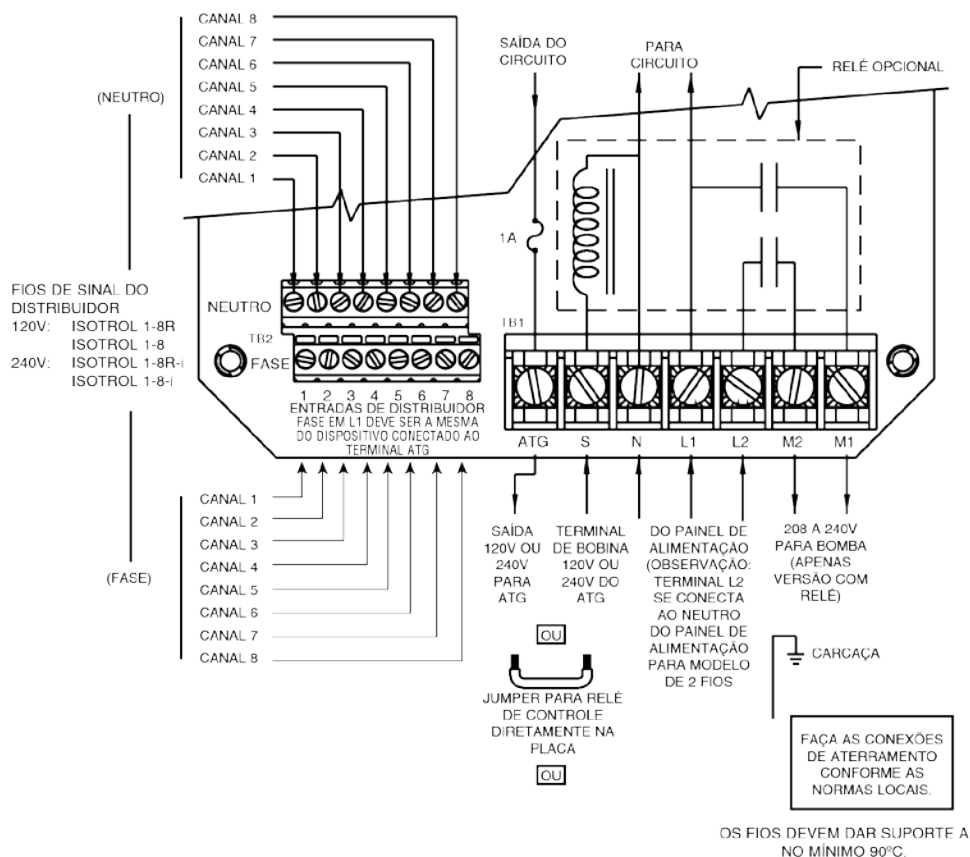
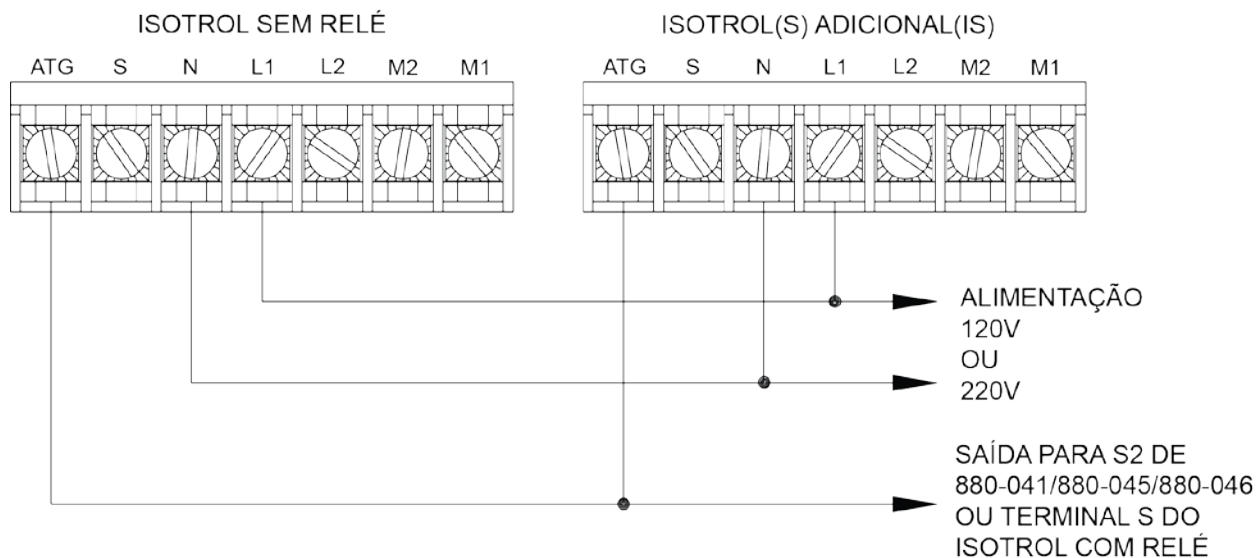

Figura 1
Figura 2
A tensão na descrição do dispositivo acima identifica a corrente da placa de circuito, os níveis de sinais de entrada do distribuidor e a classificação da bobina para o relé opcional. As caixas de controle com relés instalados têm seus contatos com classificação DPST 30A, 240V, 50/60Hz. Consulte a Figura 1 para ver as conexões elétricas corretas na caixa de controle.
- Use a Figura 1 (mostrada acima) ou o diagrama na parte interna da tampa da carcaça para conectar a entrada de corrente elétrica nos terminais L1, L2 e N do TB2 (seção transversal de 0,8 a 5 mm²). A conexão com o terminal L2 só é necessária nas unidades com relé. Para instalações de múltiplas caixas de controle, consulte a Figura 2.